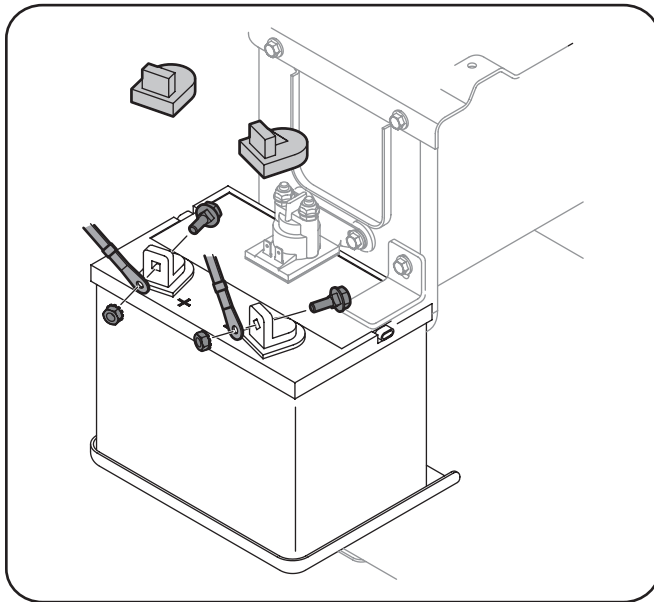

Figura 3-10
1. Retire la cubierta plástica, si es que está presente, del borne positivo de la batería y una el cable rojo al borne positivo de la batería (+) con el perno y la tuerca hexagonal utilizando una llave de 7/16 pulgadas o una llave de cubo. Vea la Figura 3-10.